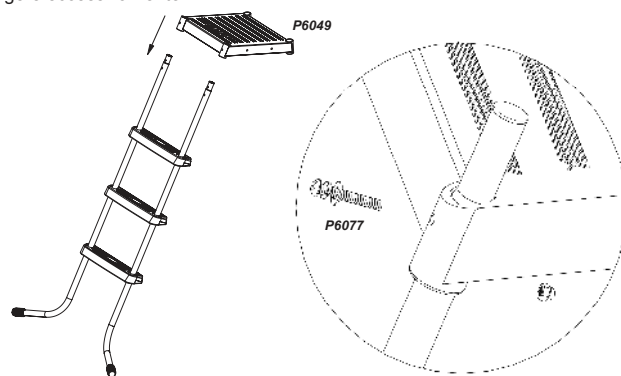

Figura 4
4. Montaggio delle impugnature curve (figura 4)